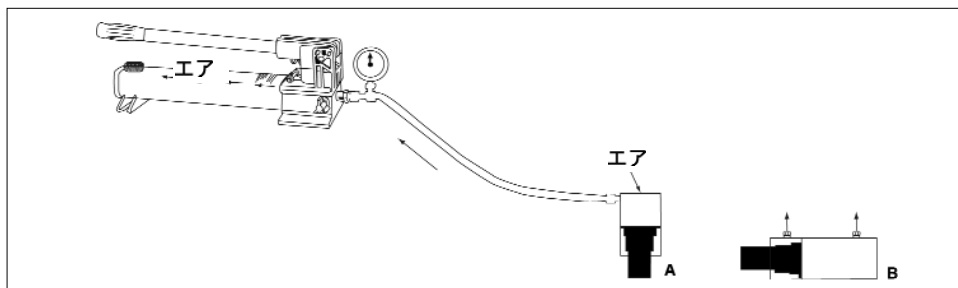

図9
シリンダシステムからエアを抜くと、シリンダの前進、戻りがスムーズになります（図9参照）。
3. ピストン側を下にして（引きシリンダ使用の場合は上）シリンダを置きます。下の図9参照。
3. シリンダを水平な位置に置きます。図9参照。